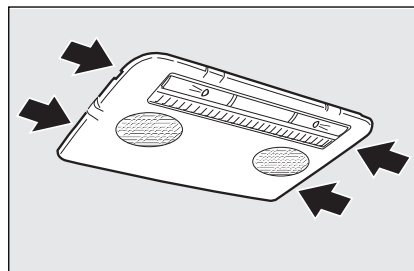

fig. 42
- verwijder het plafondlampje vóór door het lampje op de door de pijlen aangegeven punten los te maken (zie **fig. 42**);